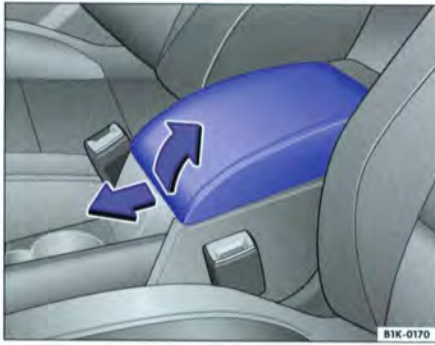

Fig. 58 Accoudoir central avant
- Soulevez l'accoudoir dans le sens de la flèche ⇒ fig. 58 par crans jusqu'à ce que la position souhaitée soit atteinte.